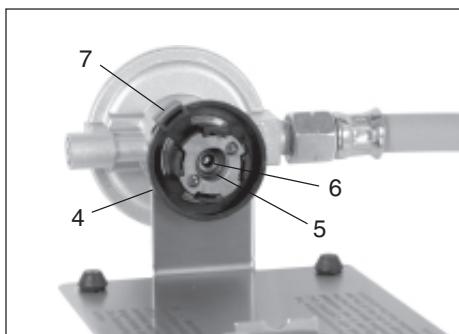

Fig. 2
- Joint torique extérieur (5): Ref.: 6.010.820
- Joint torique intérieur (6): Ref.: 6.011.820
Avant d'installer la cartouche de gaz, tourner le connecteur (4) en position d'installation. Comme représenté sur l'image Fig. 2, tourner donc le connecteur (4) de quelques degrés dans le sens contraire aux aiguilles d'une montre jusqu'à la butée.